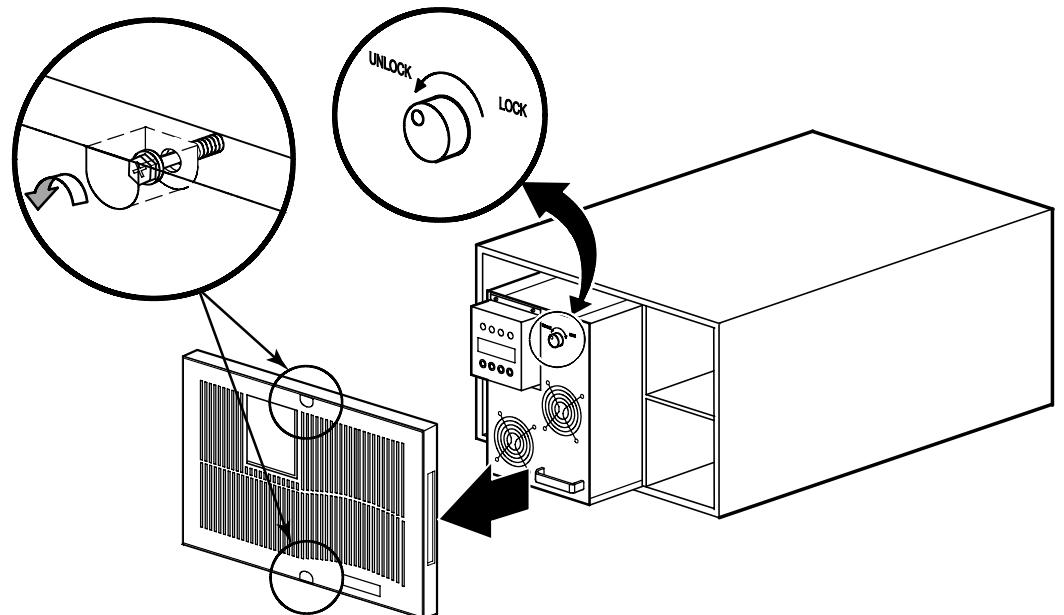

Рисунок 46. Извлечение электронного модуля
- Снимите переднюю крышку ИБП (см. рис. 46).